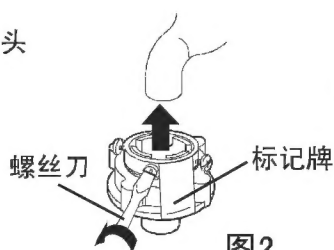
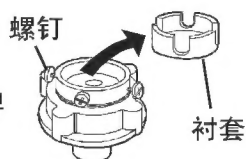

图2
图3
4. 将排水管从另一侧伸出，并装上排水管架。如图3所示。
3. 将排水管从底座右侧安装孔伸出，并用排水管架将排水管固定在底座上，并拧紧螺钉，然后将排水管挂钩套在排水管上，再将排水管挂在箱体的排水管挂孔上。（如图3所示）
3. 排水管不需要太长时，可从中间部位切除，为了排水流畅，可将排水管前端斜切。（图3）
3. 将进水管接头四个螺钉松至可套在水龙头上为止，然后将进水管接头套在水龙头上，如图2。（如果水龙头口径偏大，进水管接头套不上，则松开四个螺钉，取下衬套，水龙头前端必须平整，否则会漏水，如图3）